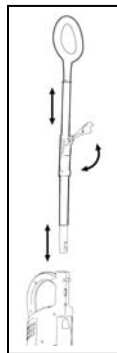

Fig. 3
3. Sostenga el tubo telescópico y presiónelo sobre el mango de la aspiradora vertical. (Fig. 3)
4. Una vez que el tubo telescópico esté insertado, puede ajustar la altura del mango moviendo la traba 90 grados hacia la posición de abierta. Extienda el tubo hasta la altura deseada que sea correcta para usted mientras sostiene el mango y luego gire la traba hasta la posición de trabada. (Fig. 3)